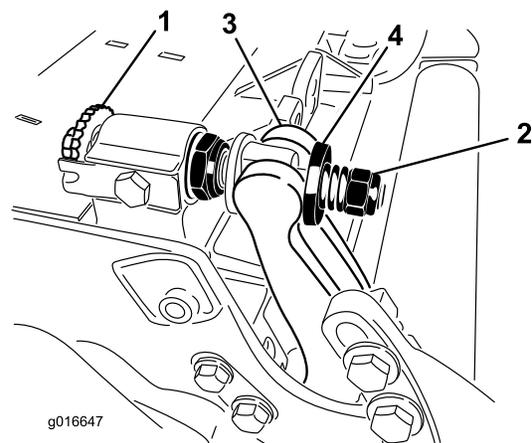

**Figura 29**
3. Coloque a montagem do indicador de ângulo na extremidade da lâmina de corte para que a extremidade do ímã fique alinhada com a extremidade da lâmina de corte (Figura 29).
4. Coloque o indicador de ângulo na montagem, como se mostra na Figura 29.